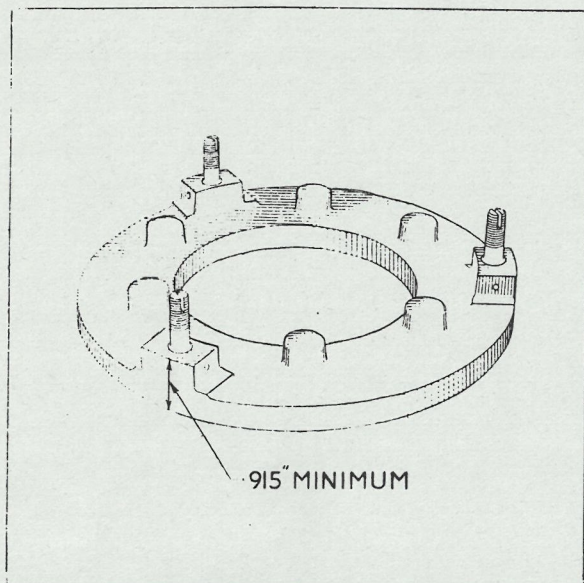

fig 4
2. Fjern koblingsbelægningen og naglerne ved en let boring midt i naglehovedet og driv naglerne ud forsigtigt. (se fig 4).
Oversettelse af teksten i fig 4